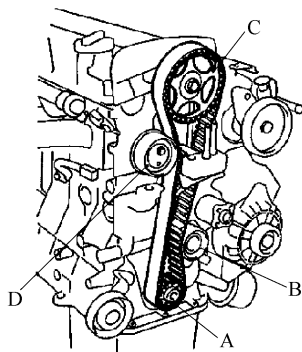

图 8-36 安装正时带
- 7) 为使正时带不在轴的各个中央松弛。按下列顺序安装正时带, 如图 8-36 所示